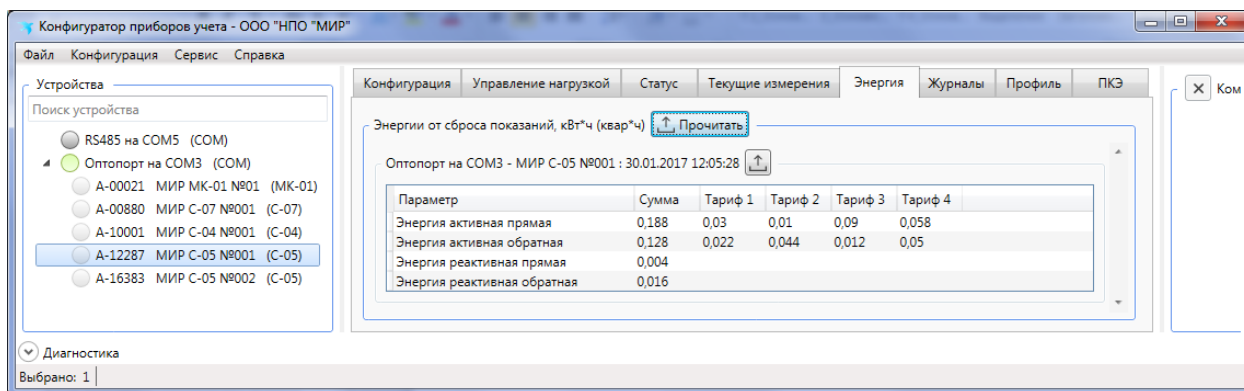

Рисунок 9.36 – Просмотр накопленной энергии
9.8.3.1 Для просмотра накопленных счетчиком значений энергии необходимо перейти на вкладку *Энергия* ленты параметров и нажать кнопку *Прочитать* (рисунок 9.36).